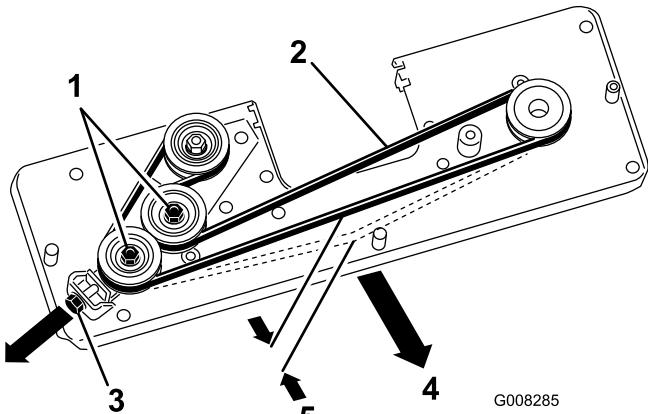

Figura 37
4. Afloje las 2 tuercas hexagonales de la polea tensora (Figura 37).
5. Ajuste la tuerca M10 hasta que la correa se flexione 5 mm con una fuerza de 3 N (Figura 37).